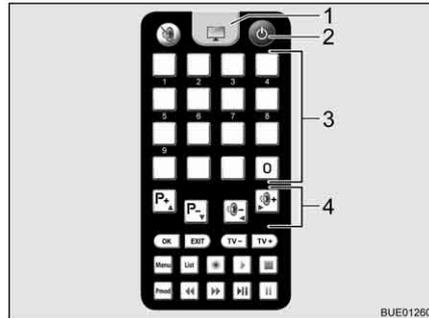

Fig. 21 Mando a distancia
- Pulsar la tecla "⏻" (Fig. 21,2) del mando a distancia. La antena parabólica se levanta de su posición de estacionamiento y conmuta al modo de búsqueda. Cuando la instalación haya encontrado un satélite, sonará una señal acústica.
- Ajustar la emisora deseada con las teclas de memoria (Fig. 21,3) o las teclas de función (Fig. 21,4).